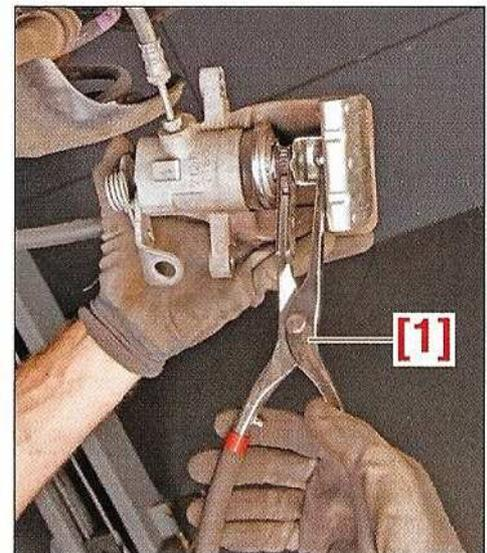

FIG.4
- Repousser le piston au fond de son logement en le faisant tourner, dans le sens horaire, à l'aide de l'outil [1] (Fig.4).